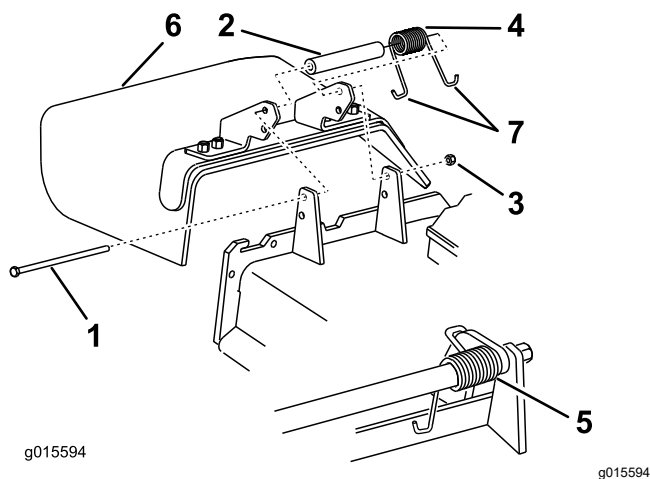

Figura 51
3. Retire la contratuerca, el perno, el muelle y el espaciador que sujetan el deflector a los soportes de pivote (Figura 51).
4. Retire el deflector de hierba dañado o desgastado (Figura 51).
antes de instalar el perno, como se muestra en la Figura 51.
8. Coloque un extremo en J del muelle alrededor del deflector de hierba (Figura 51).